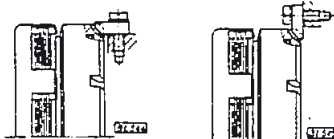

Bild 9
Det stillastående magnethuset (1) är lagrat med kullager på stödskivan och radiellt fixerat med fjädersringen (11), distansringen (12) och seegerringen (13). Vid utförande för torrdrift är lagren av duobeltatad typ och dessutom finns täckskira (14). Magnetpolen matas över en 2-polig anslutningsplint (AMP). Denna anslutningsplint kan vridas 90° genom att muttrar lossas. Därvid bör man se till att anslutningskablarna inte skadas. På anslutningsplinten anslutes matarkabeln med flatstift. Magnetpolen skall säkras mot vridning så att inga radiella eller axiella spänningar uppstår (se bild 9).